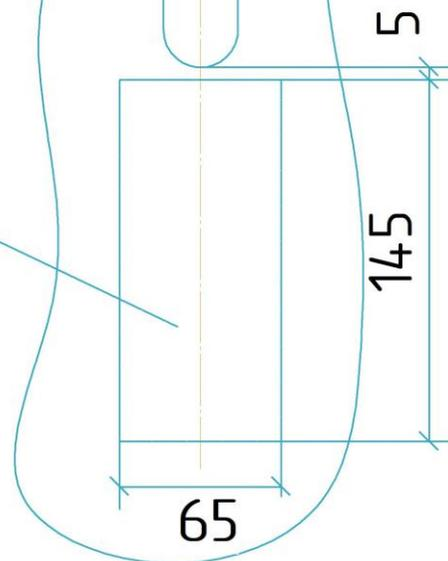

Рис. 2 . Вырез в демпере.
4.7 Сделать вырез в бампере (см.рис.2), установить на место снятые детали (кроме буферного бруса).